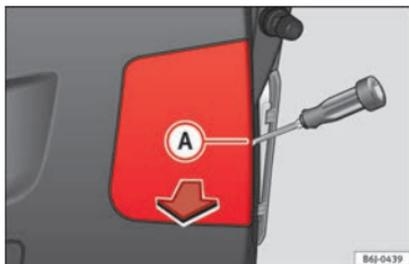

Fig. 113 Luzes na porta da mala.
- Retire essa tampa com a ajuda de uma chave de fendas, inserindo-a na ranhura indicada (A) » Fig. 113.